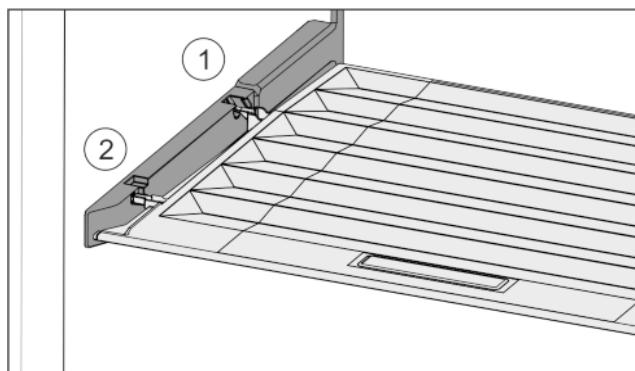

Fig. 36
- Вставити поперечні ребра через отвір заднього тrimacha Fig. 36 (1) і зафіксувати спереду у тrimачі Fig. 36 (2).